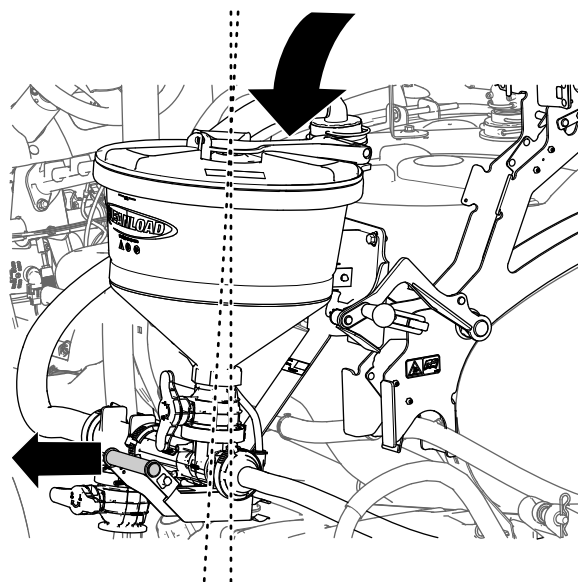

図 39
4. エダクタのハンドルを少しずつ外側へ引きながらエダクタを完全に降ろす 図 39。
2. エダクタのハンドルを少しずつ外側へ引きながらエダクタを持ち上げる 図 39。